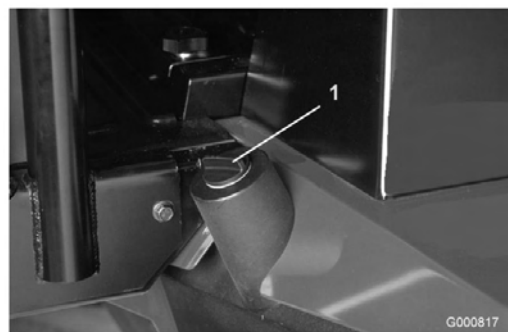

図 34
2. 油圧オイル・タンクの注油口周辺をきれいに拭き、キャップ (図 34) を外す。給油口からキャップを取る。